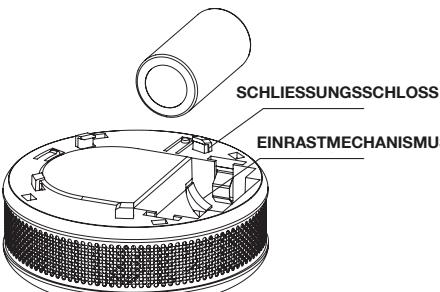
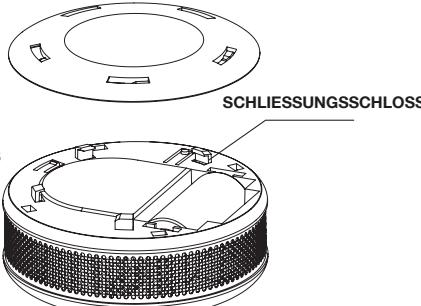

Abb. 2. Unteransicht Smoke-Control ohne installierter Batterie
Abb. 3. Unteransicht Smoke-Control mit installierter Batterie
**⚠ Smoke-Control ist mit einem speziellen Sicherheitsmechanismus (Abb. 2, Abb. 3) ausgestattet, der das Schließen des Gehäuses ohne eingelegte Batterie verhindert.**